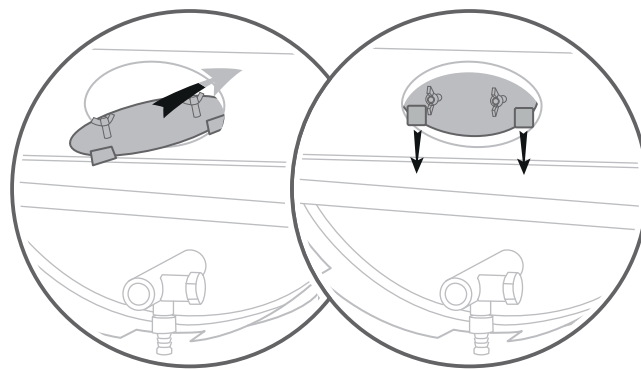

fig. 70 - Montage de la trappe arrière
- Remonter la trappe de la boîte à fumées (*fig. 70*).